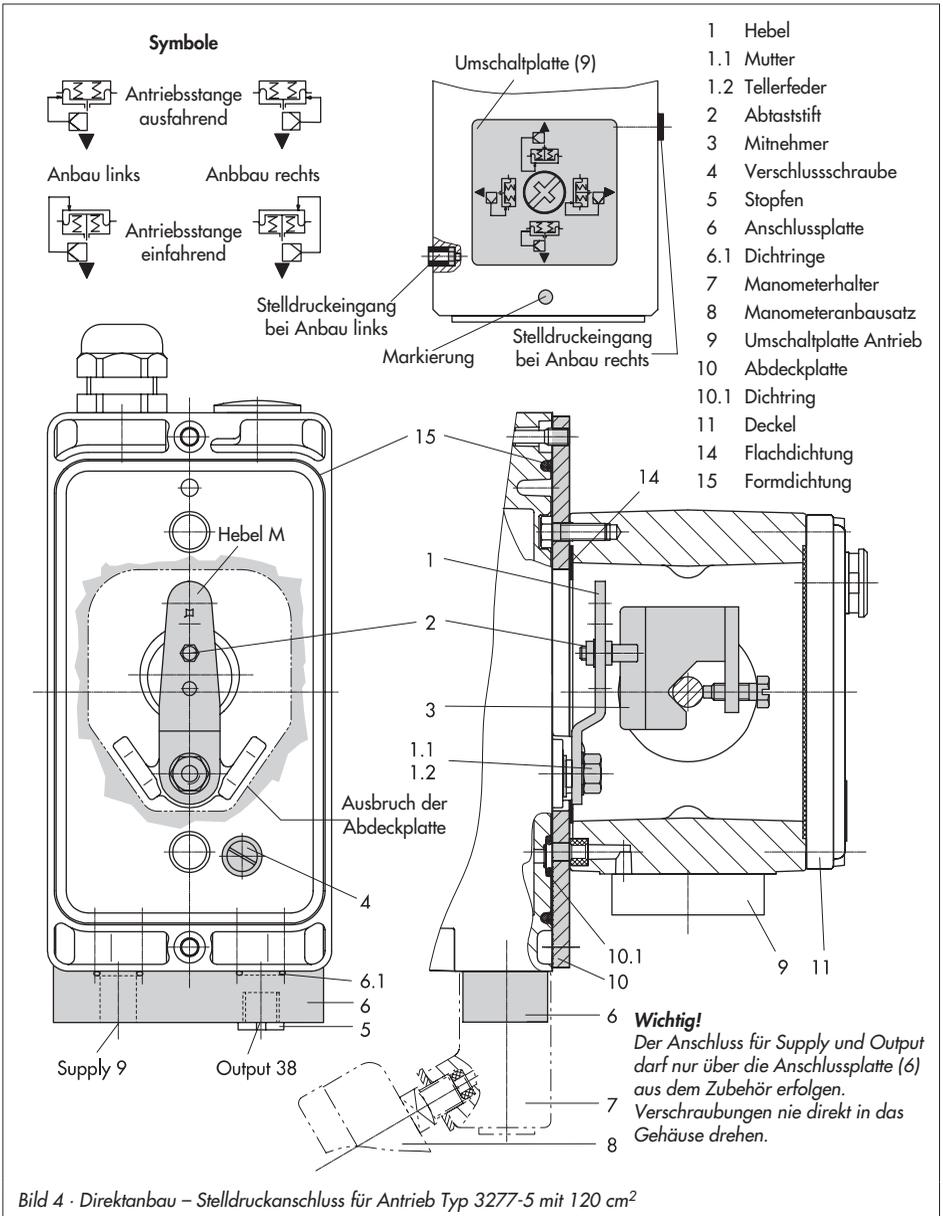

Bild 4 · Direktanbau – Stelldruckanschluss für Antrieb Typ 3277-5 mit 120 cm2
1. Anschlussplatte (6) oder Manometerhalter (7) mit Manometern am Stellungsregler montieren, auf richtigen Sitz der beiden Dichtringe (6.1) achten.
2. Verschlusschraube (4) auf der Stellungsreglerrückseite entfernen und den Stelldruckausgang „Output 38“ an der Anschlussplatte (6) bzw. am Manometerhalter (7) mit dem Stopfen (5) aus dem Zubehör verschließen.
3. Mitnehmer (3) an die Antriebsstange setzen, ausrichten und so festschrauben, dass die Befestigungsschraube in der Nut der Antriebsstange sitzt.
4. Abdeckplatte (10) mit schmaler Seite des Ausbruchs (Bild 4 links) in Richtung zum Stelldruckanschluss befestigen, die aufgeklebte Flachdichtung (14) muss zum Antriebsjoch zeigen.
5. **Hub 15 mm:** Am Hebel **M** (1) auf der Stellungsreglerrückseite verbleibt der Abtaststift (2) auf Stiftposition **35** (Lieferzustand).
**Hub 7,5 mm:** Den Abtaststift (2) aus Stiftposition **35** lösen und in die Bohrung für Stiftposition **25** umsetzen und verschrauben.
6. Formdichtung (15) in die Nut des Stellungsreglergehäuses einlegen.